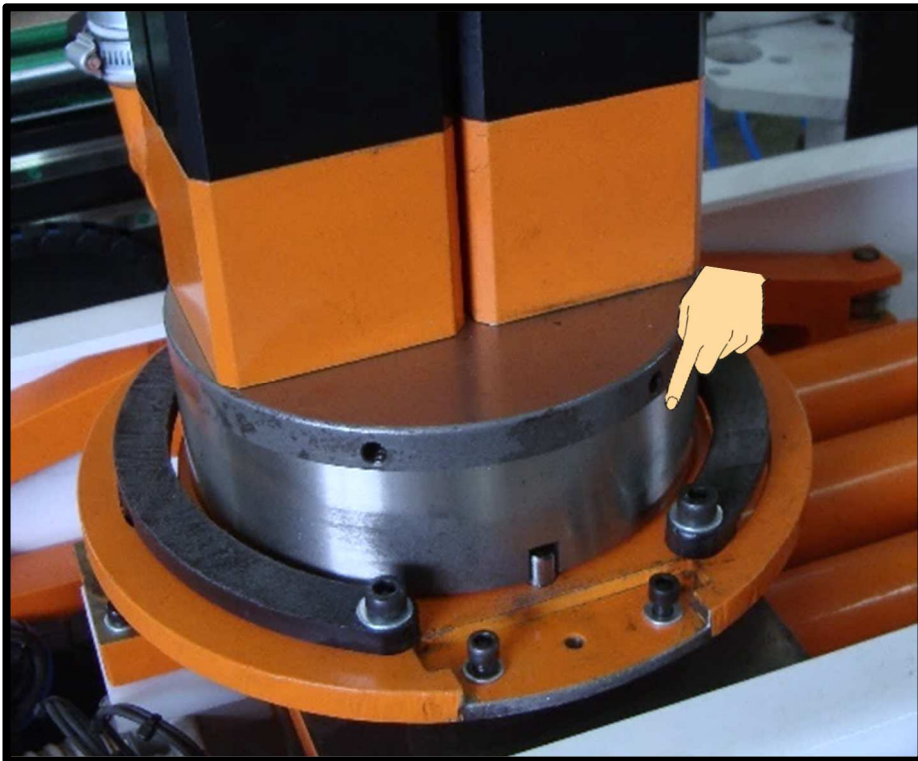

Figura 42 – Conjunto de Vácuo
- o Conjunto de Vácuo (**Figura 42**);